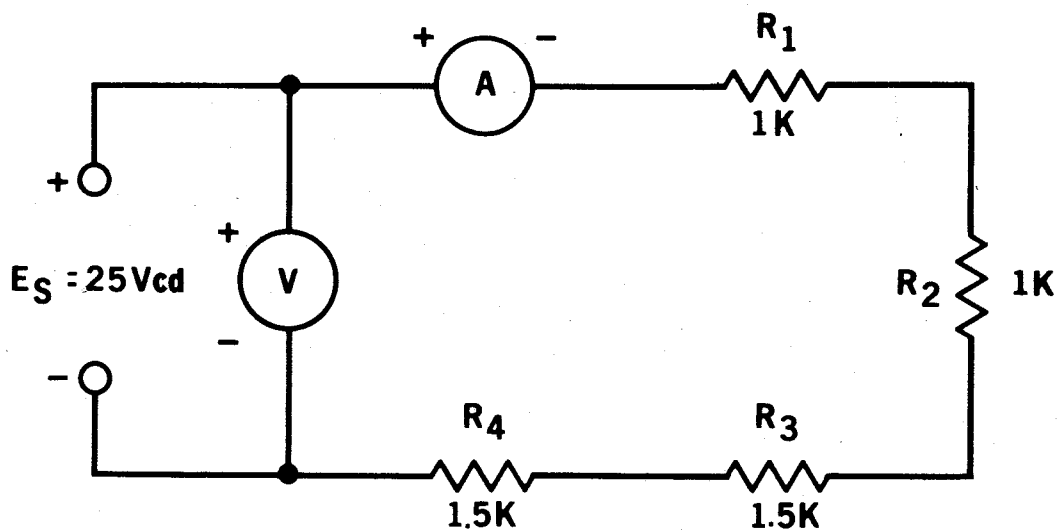

Fig. 10-1
2. Conecte las cuatro resistencias y el miliamperímetro en serie, y conéctelos a las terminales de la fuente de energía. Vea la Fig. 10-1. Ajuste la tensión a 25 Vcd. Registre la corriente. $I_T = \dots\dots\dots$ mA.